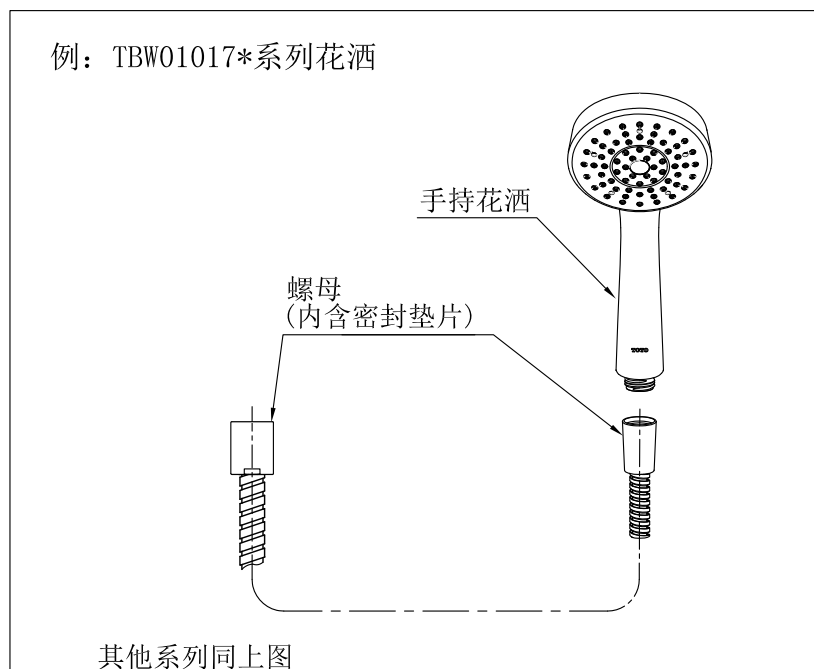

图2: 淋浴软管的安装
- (1) 确认螺母内有无密封垫片;
- (2) 将软管与水嘴部螺纹相连接, 如图2所示: